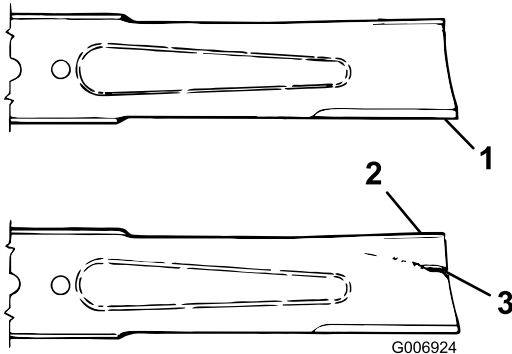

Figura 66
2. Examine cuidadosamente los extremos de corte de la cuchilla, sobre todo en el punto de reunión entre la parte plana y la parte curva de la cuchilla (Figura 66). Puesto que la arena y cualquier material abrasivo pueden desgastar el metal que conecta las partes curva y plana de la cuchilla, compruebe la cuchilla antes de utilizar la máquina. Si observa desgaste (Figura 66), cambie la cuchilla; consulte Cómo retirar la cuchilla (página 48).
Si se permite que la cuchilla se desgaste, se formará una hendidura entre la vela y la parte plana de la cuchilla (Figura 66). Con el tiempo, una parte de la cuchilla puede desprenderse y ser arrojada desde debajo de la plataforma, por lo es posible que le provoque lesiones graves a usted o a otra persona.